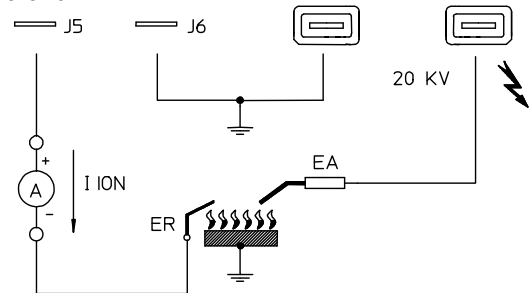

Рис.4
- Уровень сигнала пламени достаточный, см Рис.4 для измерения уровня сигнала;